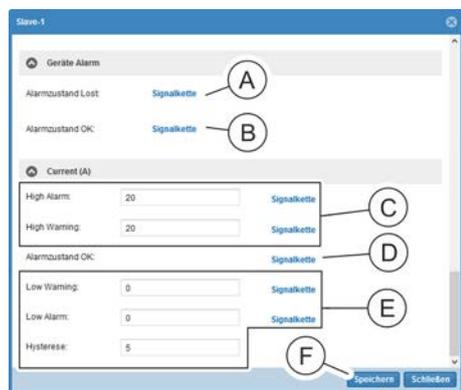

Abb. 167: Fenster "Slave <Nr.>"
4. ➤ Im Bereich „Geräte-Alarm“ für den „Alarmzustand Lost“ und „Alarmzustand OK“ bei Bedarf eine Signalkette konfigurieren. Dazu auf die Schaltfläche „Signalkette“ (Abb. 167/Ⓐ bzw. Ⓑ) klicken.
6. Im Bereich „Current (A)“ einen Wert für „High Alarm“ und „High Warning“ eingeben (Abb. 167/Ⓒ) und eine Signalkette zuweisen (analog zu Schritt 4 und 5).
7. Im Bereich „Current (A)“ dem Parameter „Alarmzustand OK“ (Abb. 167/Ⓓ) bei Bedarf eine Signalkette zuweisen (analog zu Schritt 4 und 5).
8. Im Bereich „Current (A)“ einen Wert für „Low Warning“, „Low Alarm“ und „Hysterese“ eingeben (Abb. 167/Ⓔ) und eine Signalkette zuweisen (analog zu Schritt 4 und 5).
9. Auswahl über die Schaltfläche „Speichern“ (Abb. 167/Ⓕ) bestätigen.